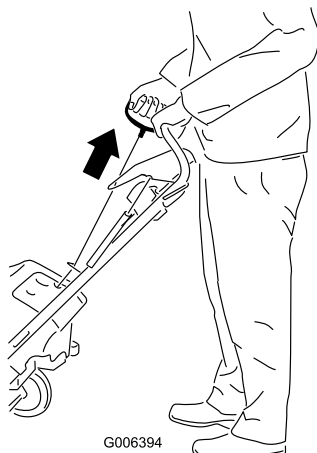

Bild 15
4. Stecken Sie ein Verlängerungskabel in eine Steckdose und in die Schneefräse und drücken Sie die Elektrostartertaste (nur Modell 38571) (Bild 14) oder ziehen Sie am Rücklaufstartergriff (Bild 15).